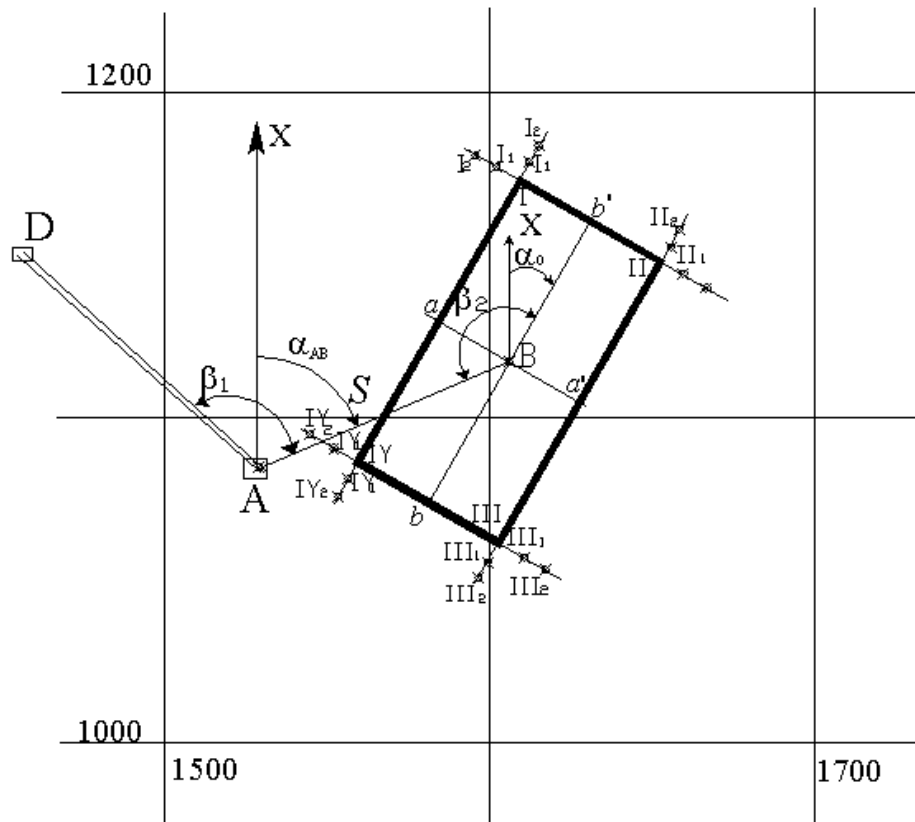

Рис.1. Пояснительная схема к проекту разбивки здания на промышленной площадке карьера.
4) Для переноса в натуру центра (B) здания устанавливают теодолит в точке A и от направления AD откладывают угол β_1 затем по направлению AB стальной рулеткой откладывают горизонтальное проложение S и фиксируют на промышленной площадке точку B . (рис.1).